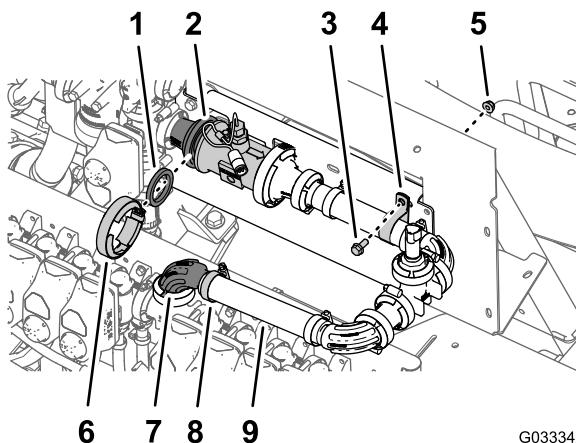

Bild 126
- Fluchten Sie die Dichtung (2-1/4") zwischen dem Durchflussmessgerät und dem Reduzierstückadapter aus, der an der rechten Seite des Hauptregelventils montiert ist (Bild 126).
- Befestigen Sie die Dichtung, das Durchflussmessgerät und den Reduzierstückadapter (Bild 126) lose mit einer Flanschklemme (76 mm).
- Befestigen Sie das freie Schlauchende (1" x 8-1/2") mit einer Schlauchklemme über dem 90°-Flanschanschlussstück (1") (Bild 126).
- Befestigen Sie den Druckwandler und den Verteiler mit einer R-Klemme, Bundkopfschraube (5/16" x 3/4") und Sicherungsbundmutter (5/16") an der Verteilerbefestigung, wie in Bild 126 abgebildet.